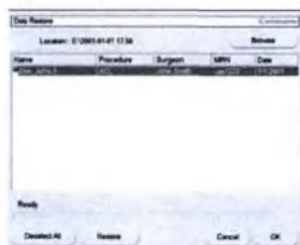

Рисунок 34. Экран Data Restore (Восстановление данных)
1. Нажмите кнопку **Restore** (Восстановить) на экране Data Maintenance (Обслуживание данных), чтобы открыть экран Data Restore (Восстановление данных) (рис. 34).